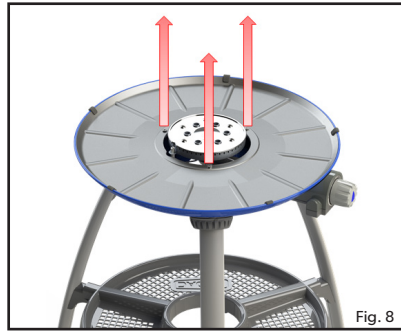
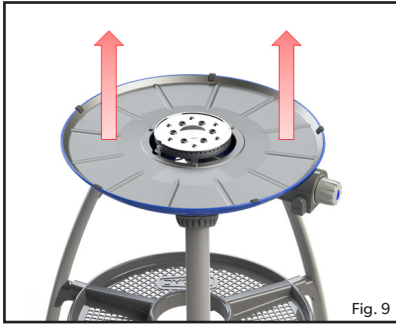

Fig. 8
Fig. 9
- **Para cambiar el inyector:** Retire los tres tornillos de la placa de protección térmica (fig. 8). Retire la placa de protección térmica (fig. 9), teniendo cuidado de no dañar el electrodo piezoeléctrico. El inyector ahora se puede retirar con una llave adecuada (fig. 10). No utilice alicates en el inyector, ya que pueden dañarlo, dejarlo inutilizable o imposible de retirar. Atornille el inyector de nuevo en la válvula. No apriete demasiado el inyector, ya que podría dañarlo.